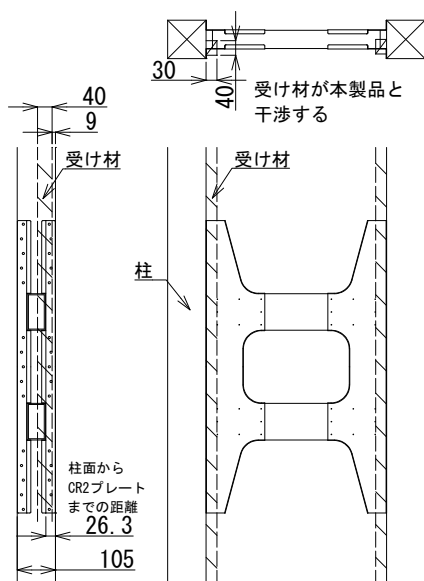

図 3.2 本製品と受け材の干渉
- ・本製品を取付けると面材の受け材設置ができません。面材耐力壁の真壁仕様との併用ができませんのでご注意ください。（図3.2参照）